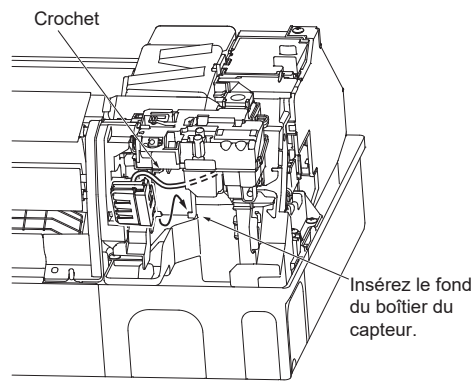

Fig. 3
- (4) Insérez le capteur de réfrigérant dans le sens de la flèche et fixez-le avec le crochet. (Fig. 3)